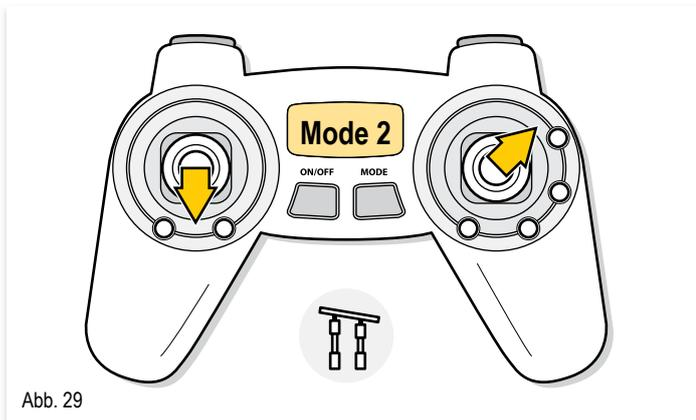

Abb. 29
3. Halten Sie den GAS/SEITENRUDER-Hebel auf Null und bewegen Sie den QUERRUDER/HÖHENRUDER-Hebel diagonal in die obere, rechte Ecke. Siehe [\[Abb. 29\]](#) :